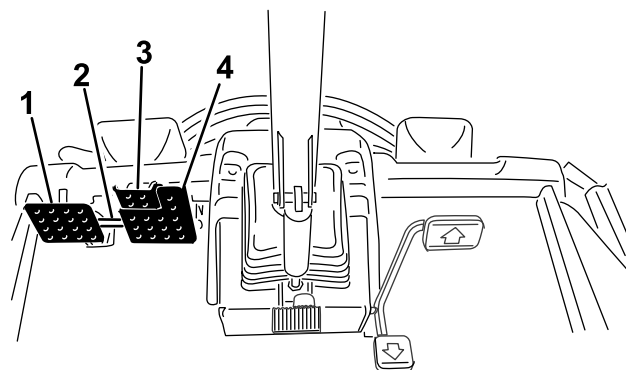

Figura 25
- Desconecte el enganche de bloqueo de los pedales (Figura 25).